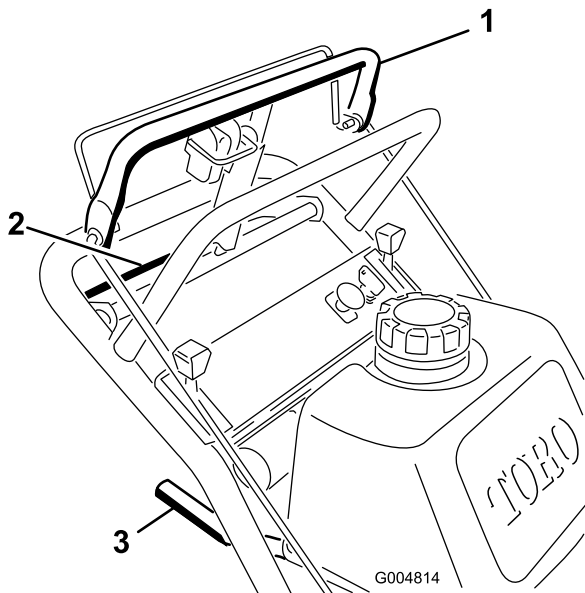
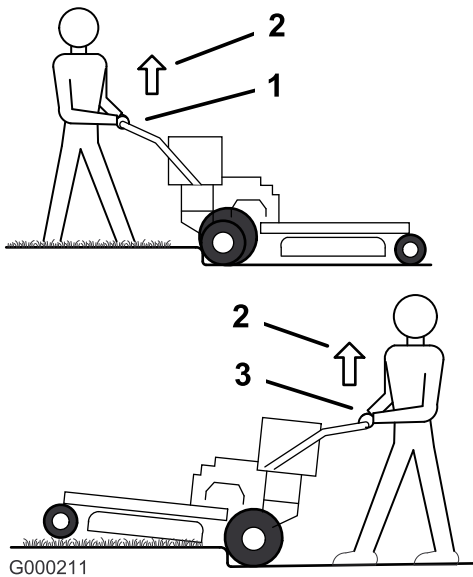

Bild 10
Bild 11
1. Legen Sie einen Vorwärtsgang ein, um vorwärts zu fahren (Bild 10).
3. Drücken Sie langsam auf den oberen Schaltbügel, um vorwärts zu fahren (Bild 10).
Üben Sie zum Geradeausfahren einen gleichmäßigen Druck auf beide Enden des oberen Schaltbügels aus (Bild 10).
Reduzieren Sie zum Wenden den Druck auf die Seite des oberen Schaltbügels in der Richtung, in der Sie wenden möchten (Bild 10).
3. Drücken Sie den unteren Schaltbügel und den unteren Holm langsam zusammen, um rückwärts zu fahren (Bild 10).
3. Fahren Sie die Maschine, bis die Laufräder den Bordstein berühren (Bild 11).
4. Drücken Sie den unteren Holm nach unten, um die Maschine vorne anzuheben (Bild 11).
5. Fahren Sie die Maschine, bis die Antriebsräder den Bordstein berühren (Bild 11).
6. Senken Sie die Maschine vorne ab (Bild 11).
7. Aktivieren Sie den unteren Schaltbügel und heben Sie gleichzeitig den unteren Holm hoch, um über den Bordstein zu fahren (Bild 10 und Bild 11).
3. Fahren Sie die Maschine, bis die Räder den Bordstein berühren (Bild 11).
4. Aktivieren Sie den unteren Schaltbügel und heben gleichzeitig den unteren Holm hoch (Bild 10 und Bild 11).